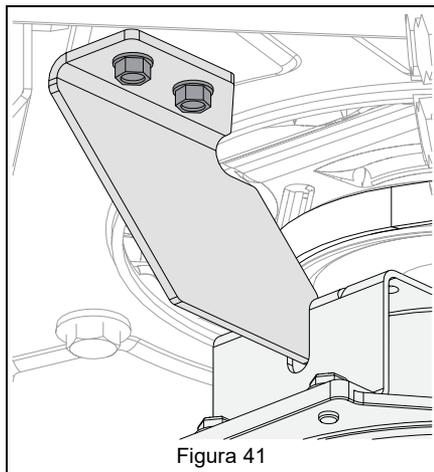

Figura 41
4. Poner el soporte del tope del embrague y fijar con la tornillería original. Consulte Figura 41.